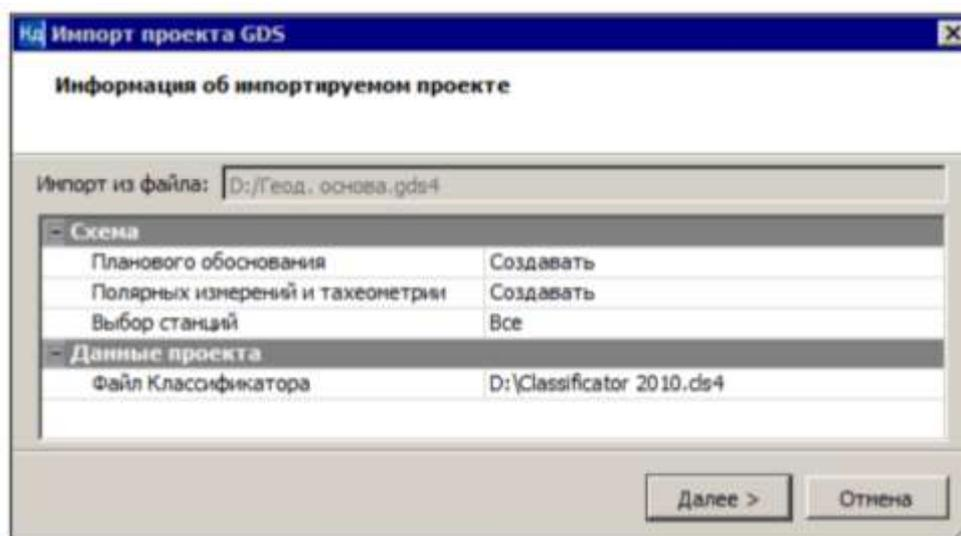

Рисунок 3 – Импорт проекта GDS
- Если система не найдет путь к классификатору КРЕДО ДАТ, об этом появится сообщение. В таком случае закройте данное сообщение кнопкой **ОК** и в диалоге укажите путь к классификатору КРЕДО ДАТ – *Classifier 2010.cls4* (папка **Документация\ Материалы упражнений\Кадастр**) (рисунок 3).
- Установите настройки на создание схем (рисунок 3): **Планового обоснования, Полярных измерений и тахеометрии**. Они потребуются в дальнейшей работе для создания схемы геодезических построений и создания части ЗУ. Нажмите кнопку **Далее**.